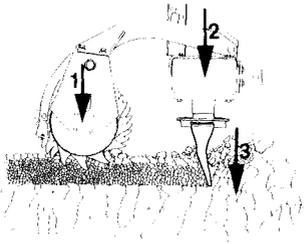

Fig. 31
1. Eigengewicht der Packerwalze (Fig. 31/1).
2. Eigengewicht des Kreiselgrubbers (Fig. 31/2).
3. Die Kraft, mit der die Zinken den Kreiselgrubber in den Boden hineinzuziehen versuchen (Fig. 31/3).
Selbstverständlich kann der Kreiselgrubber bzw. die Kreiselegge auch als Solomaschine, abgestützt auf der Packerwalze, eingesetzt werden (Fig. 31).